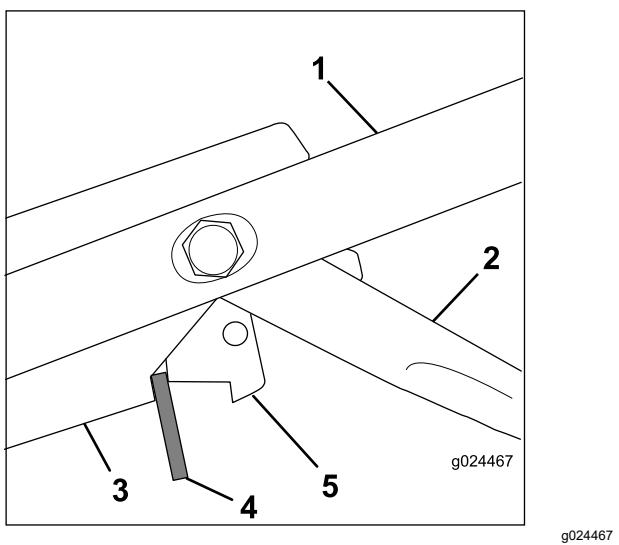

Figure 34
- Insérez une entretoise de 8 mm (5/16 po) entre le levier de commande du frein de lame et le support de commande sur le guidon (Figure 34).